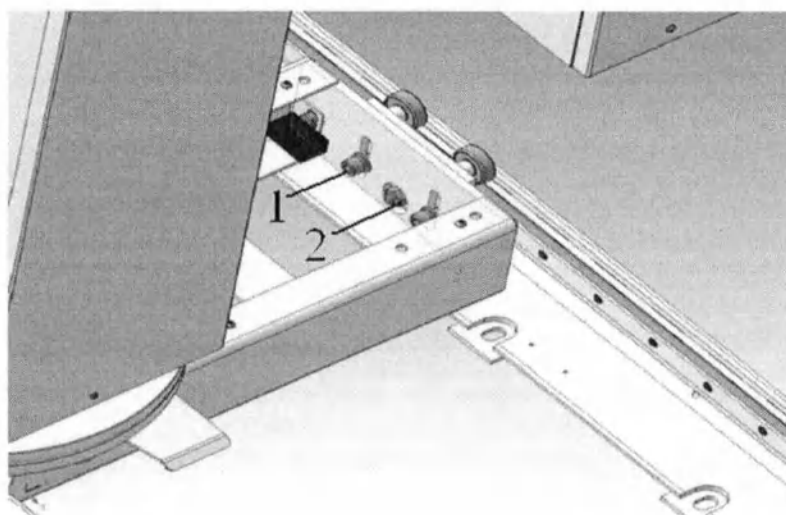

Рисунок 2.9.10 – Схема расположения винтов и гайки для регулировки вертикальности колонны
- ослабить два винта 1 и гайку 2 (рисунок 2.9.10);